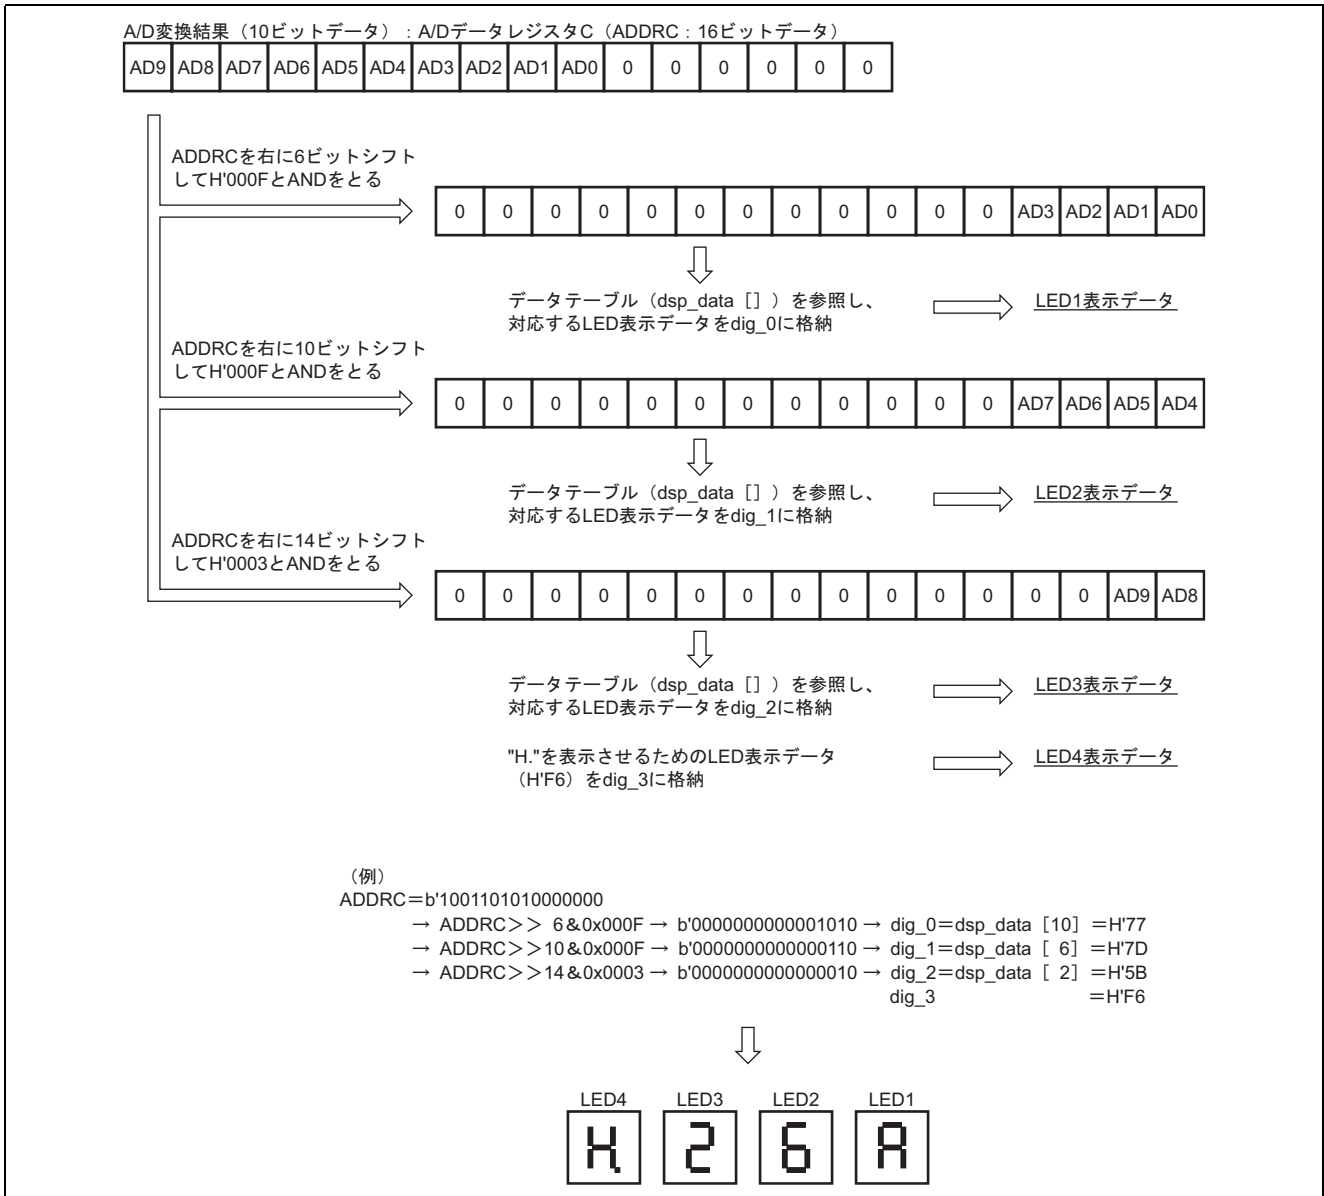

図 1.3 A/D 変換結果の LED 表示方法
8. 本タスク例では、A/D 変換結果を 7 セグメント LED に 16 進数で表示 (H'3FF~H'000) させます。図 1.3 に A/D 変換結果の LED 表示方法を示します。